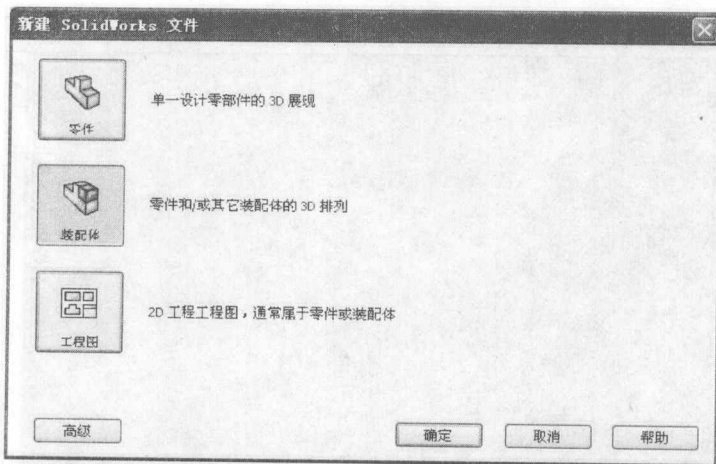

图 1-3 “新建 SolidWorks 文件”对话框
单击(1) 新建一个部件文件” 文件” 菜单中单击“新建” 命令, 出现“新建 SolidWorks 文件” 对话框, 如图 1-3 所示。该对话框中有 3 个图标, 分别为【零件】、【装配体】和【工程图】, 这些模板的操作环境的部分参数已经进行了设置, 文件的后缀名分别是 *.sldprt, *.sldasm, *.slddrw。选择其中一个图标, 再单击【确定】按钮, 即可新建一个文件。
单击按钮  或者在主菜单中选择“文件”|“新建”命令, 出现“新建 SolidWorks 文件”对话框, 如图 1-3 所示。该对话框中有 3 个图标, 分别为【零件】、【装配体】和【工程图】, 这些模板的操作环境的部分参数已经进行了设置, 文件的后缀名分别是 *.sldprt, *.sldasm, *.slddrw。选择其中一个图标, 再单击【确定】按钮, 即可新建一个文件。